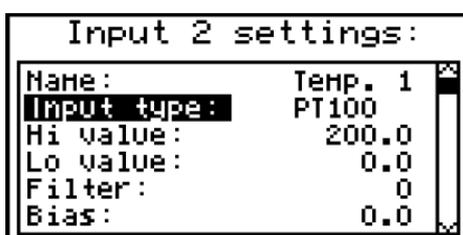

Abb. 7.23 Menü Eingang(3)
- **Quelle:** Definition des Alarmzustandes der einzelnen Kanäle. Öffnet ein weiteres Untermenü (Abb. 7.23).